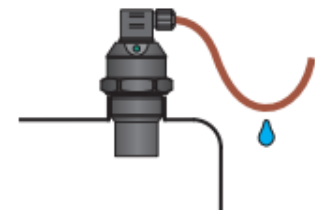

Fig. 9: Proteção contra penetração de humidade
- d) É aconselhável manter o cabo sob a glândula de cabo (flacidez para baixo), como demonstrado na Fig.9 para prevenir a penetração de humidade. A chuva e a água de condensação podem assim fluir livremente.